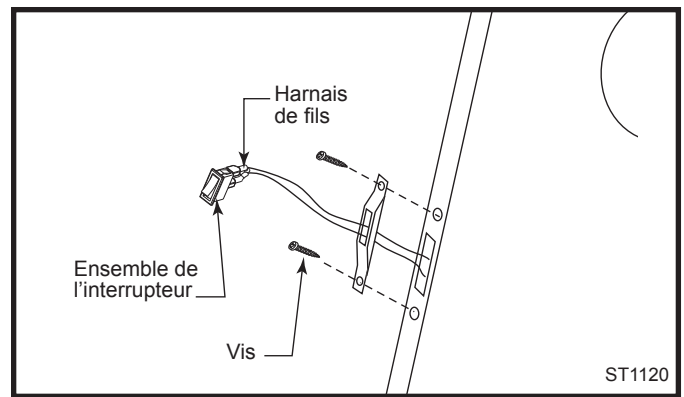

Fig. 55 Fixez l'interrupteur à l'écran protecteur arrière.
1. Installez le harnais de fils aux terminaux de l'interrupteur Marche/Arrêt (On/Off). Ensuite, insérez les fils et l'interrupteur dans l'ouverture de l'écran protecteur, à l'arrière du côté droit. L'interrupteur s'insérera en place dans l'ouverture en créant un « Snap » sonore. (Fig. 55)